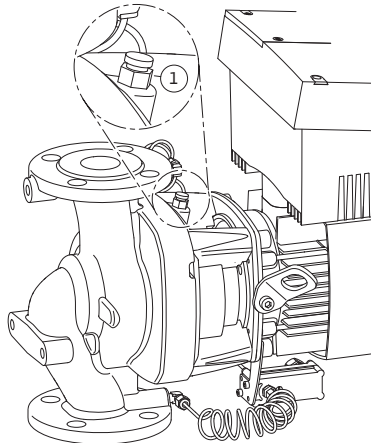

Fig. 48: Entlüftungsventil
6. Pumpe durch Öffnen des Entlüftungsventils (Fig. 48, Pos. 1) drucklos machen.